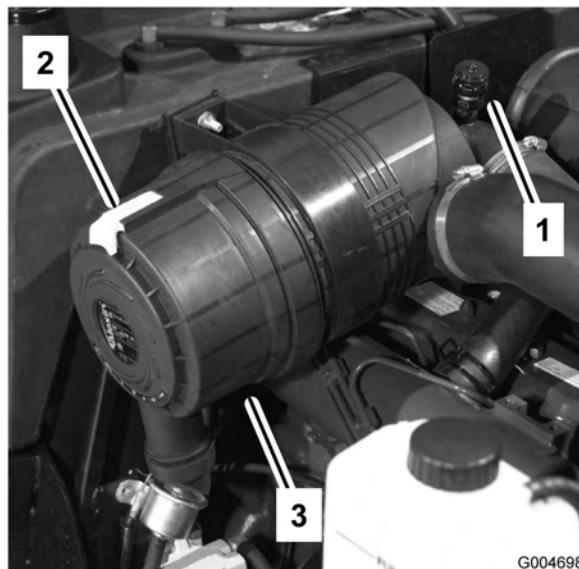

Figura 46
7. Montate il coperchio con la valvola di uscita in gomma (Figura 46) disposta in giù, in una posizione tra le ore 5 e le ore 7 vista dall'estremità. Fissate il fermo.